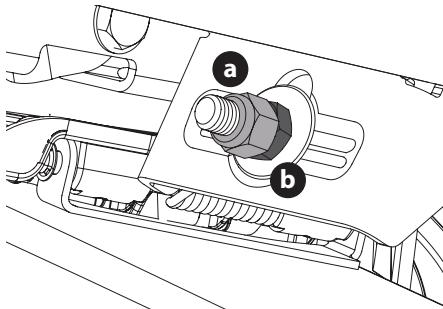

Figura 40
- Para elevar el frente de la plataforma, extraiga la tapa de extremo, afloje la contratuerca exterior (a) y apriete (rosca hacia adentro) la tuerca interior (b) contra la ménsula de suspensión delantera (Figura 40). Una vez alcanzado el ajuste adecuado, vuelva a ajustar la contratuerca exterior (a) y vuelva a colocar la tapa de extremo.
- Para bajar el frente de la plataforma, extraiga la tapa de extremo, afloje la contratuerca exterior (a) y afloje (rosca hacia afuera) la tuerca interior (b) alejándola de la ménsula de suspensión delantera (Figura 40). Cuando se logre el ajuste correcto, vuelva a apretar la contratuerca externa (a) hasta 57 pies-libras (77 N·m) y vuelva a colocar la tapa de extremo.